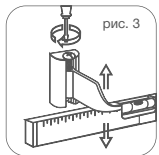

рис. 3
**Для того, чтобы идеально ровно смонтировать радиатор на стену, используйте оригинальные регулируемые кронштейны Royal Thermo (рис. 3).**